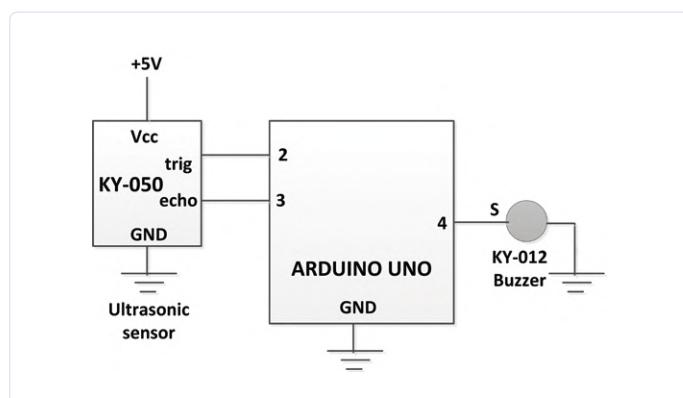

Figure 4. Schéma du projet.
**La figure 3** donne une vue d'ensemble du projet et la **figure 4** le schéma de connexion. Les broches suivantes sont connectées entre le KY-050, le KY-012 et l'Arduino Uno :